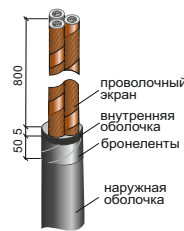

Рис. 1
3. Снимите с кабеля наружную оболочку, бронеленты (для кабеля с броней), внутреннюю оболочку и межфазный наполнитель до проволочного экрана\* согласно размерам, показанным на рис. 1.
- Выполните монтаж кабельной муфты согласно п.п.1-2 настоящей инструкции. Снимите с кабеля бронеленты (для кабеля с броней), внутреннюю оболочку и межфазный наполнитель до ленточного экрана в соответствии с размерами, указанными на рис.1.